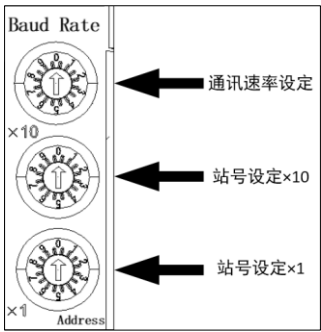

图 4-2-4 拨码开关
4、拨码开关，如图 4-2-4 所示，拨码开关对应的参数如表 4-2-5 所示。